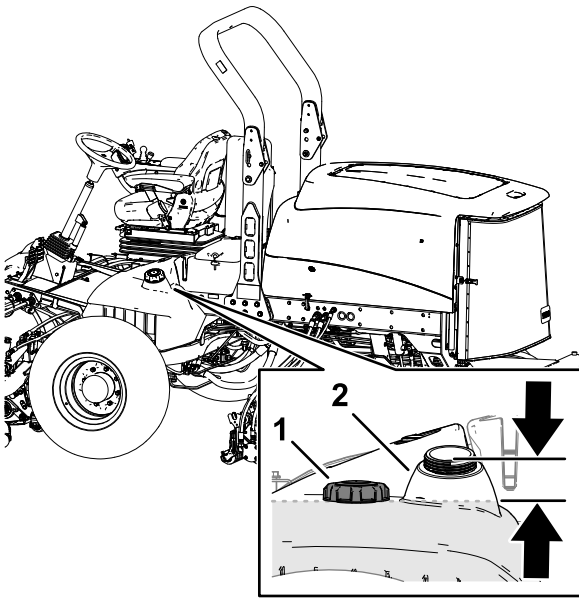

Figura 39
3. Retire el tapón del depósito de combustible (Figura 39).